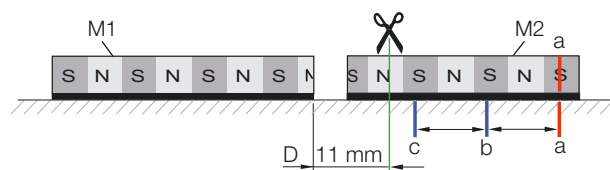

Fig. 4-11 : Découpe à 11 mm
7. Découper le corps de mesure M2 de sorte que la distance D présente entre les deux corps de mesure s'élève à 11 mm (largeur 1 paire de pôles + 1 mm d'ajustement de position). L'espace entre les deux extrémités de corps de mesure détermine l'emplacement de la découpe (Fig. 4-11).